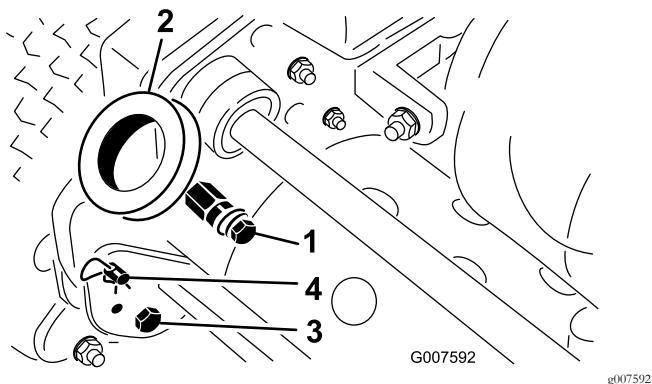

Figura 2
1. Togliete i bulloni, i dadi di bloccaggio e le rondelle che fissano la base dei bracci della stegola su ciascun lato della macchina (**Figura 2**).
2. Togliete le coppiglie a forcina ed i perni ad anello che fissano i bracci della stegola sul retro dell'intelaiatura (Figura 2).
3. Inserite le estremità della stegola nei fori dei bracci della stegola, ed allineate i fori con i perni di montaggio (Figura 2).
1. Togliete le coppiglie a forcina dai perni ad anello situati su ciascun lato della macchina (Figura 2).
2. Sostenete la stegola e togliete i perni ad anello da ciascun lato, quindi alzate o abbassate la stegola nella posizione di servizio desiderata (Figura 2).